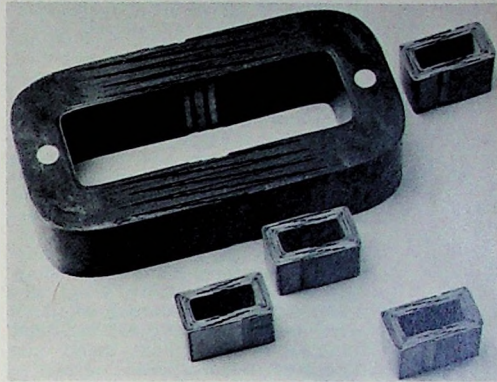
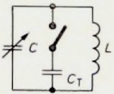

Bild 2 Transformatorkerne mit Stufenluftspalt aus kornorientiertem Elektroblech
Bild 1. Parallelnachstimmung durch eine Kapazitätsdiode, die wie ein anschlaltbarer Zusatzkondensator  $C_T$  wirkt
Neben der Schnittbandkern-Technik haben sich die Hersteller auch um andere Lösungswege bemüht. Der einseitig geschnittene und nur an der Schnittstelle verfestigte Klappkern ist nur für größere Abmessungen realisierbar. Er hat sich aus verschiedenen Gründen, hauptsächlich wegen seiner starken Brummeigung, nicht durchsetzen können. Eine neue Luftspalttechnik, der sogenannte Stufenluftspalt, verspricht dagegen besonders für Kleinsttransformatoren günstige Einsatzmöglichkeiten (Bild 2). Allerdings erfordert der Stufenluftspalt (SLK) höhere Werkzeugkosten, also Großserien. Wie schon erwähnt (s. Bild 1), bestimmt das Verhältnis von Luftspalt  $s$  (für Schnittbandkerne in Normalgüte 0,03 mm) zur Eisenweglänge  $l_m$  den Scherungsgrad. Kleine Schnittbandkerne liegen also magnetisch grundsätzlich ungünstiger. Näheres läßt sich jedoch erst sagen, wenn die Garantiedaten für die in Erprobung befindlichen SLK-Typen festliegen.
Die einfachste Schaltung erhält man, wenn Drehkondensator und Kapazitätsdiode parallel geschaltet werden. Die Kapazitätsdiode ist im Bild 1 durch
In der Praxis erreicht das Verhältnis  $f_{\max}/f_{\min}$  häufig den Wert 3,3, und der Frequenzhub würde dann im Verhältnis 1 : 36 schwanken. Die Schaltung nach Bild 1 ist deshalb kaum anwendbar.
Zum Vergleich mit der Schaltung nach Bild 1 kann man nun mit Gl. (5) und Gl. (6) das Verhältnis  $\Delta f_h/\Delta f_n$  bilden und gängige Werte einsetzen. Zum Beispiel  $C_{\max} = 500$  pF,  $C_p = 2,5$  nF,  $C_s = 10$  pF und  $f_{\max}/f_{\min} = 3,3$ . Der noch fehlende Wert von  $C_{\min}$  kann aus den gegebenen mit Gl. (3) und Gl. (1) zu  $C_{\min} = 28$  pF berechnet werden. Das Verhältnis der Extremhübe ergibt sich dann zu  $\Delta f_h/\Delta f_n = 1/6,1$ . Es hat damit zwar noch keinen brauchbaren (nahe bei 1 liegenden) Wert erreicht, da es aber im Gegensatz zur Schaltung nach Bild 1 weniger als 1 beträgt, läßt eine Kombination beider Schaltungen die Möglichkeit einer wenigstens teilweisen Kompensation erwarten.